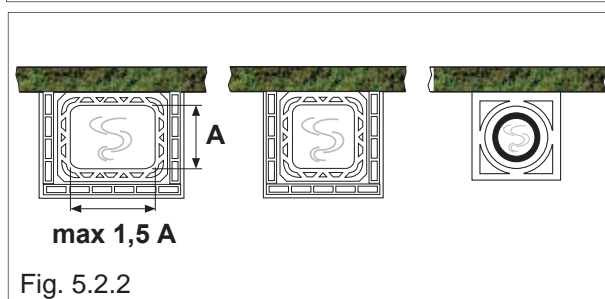
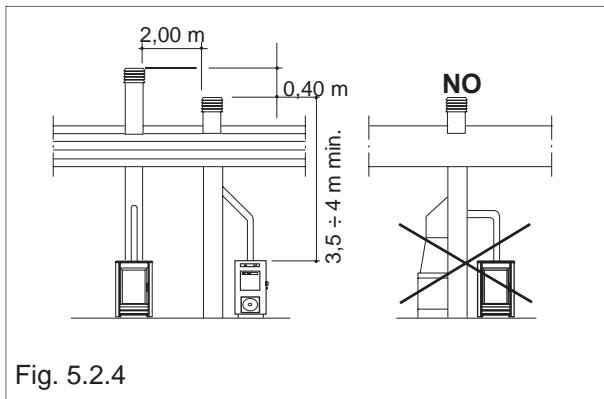

Fig. 5.2.2
Fig. 5.2.4
- Les dimensions du **CONDUIT DE FUMÉE** devront être conformes aux normes reportées dans la fiche technique. Il est conseillé d'utiliser des conduits de fumée isolés, réalisés en matériau réfractaire ou en acier inox à section circulaire, avec parois intérieures à surface lisse (Fig.5.2.2). La section du conduit de fumée doit être constante sur toute sa hauteur. Une hauteur minimum de 3,5÷4 est conseillée (voir Fig.5.2.4) en fonction du diamètre (voir caractéristiques techniques). Il est préférable de prévoir, sous la bouche du canal de fumée, un compartiment pour recueillir les matériaux solides et l'éventuelle condensation. Les caractéristiques du conduit de fumée doivent être conformes aux normes UNI 9615, 9731 e UNI 10683. Les conduits de fumée **DÉLABRÉS**, construits avec des matériaux non adéquats (fibro-ciment, acier zingué, etc..) avec des surfaces intérieures rugueuses et poreuses) ne sont pas réglementaires et peuvent compromettre le bon fonctionnement du poêle.
- Las dimensiones del **CAÑÓN DE HUMO** deben ser conformes con lo que está indicado en la ficha técnica. Es aconsejable usar cañones aislados de refractario o acero inoxidable, de sección circular, con las paredes interiores que tengan superficie lisa (Fig.5.2.2). Se aconseja una altura mínima de 3,5-4 m (ver Fig.5.2.4) en función del diámetro (ver características técnicas).
du poêle **DÉPASSE** les autres d'au moins 40 cm (Fig.5.2.4). Si les cheminées sont proches les unes des autres, il faudra les séparer par des cloisons.
menos 40 cm **MÁS ALTA** que las otras (Fig.5.2.4). Si las cumbres están muy cerca, se deben disponer unos separadores.